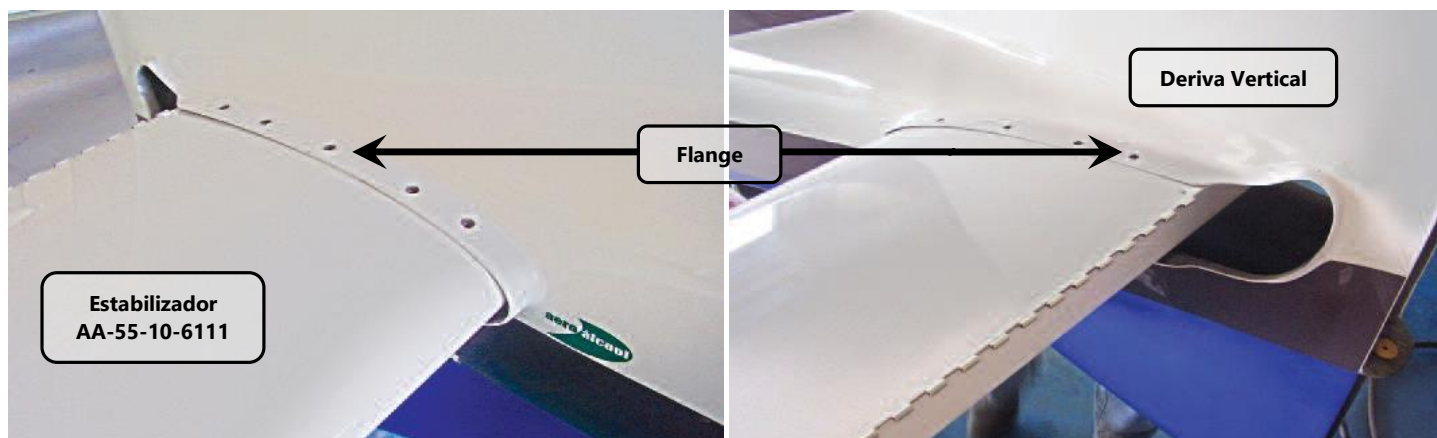

Figura 55.10.3 – Alinhamento dos furos do estabilizador e deriva.
2. Proteger a metade da superfície do estabilizador horizontal que será inserida na deriva vertical. Utilizar fita adesiva. Este procedimento visa evitar arranhões na superfície durante seu contato com o flange da deriva vertical, mostrada na figura 55.10.3;
4. Alinhar os furos do estabilizador horizontal e do flange da deriva vertical, ambos mostrados na figura 55.10.3.